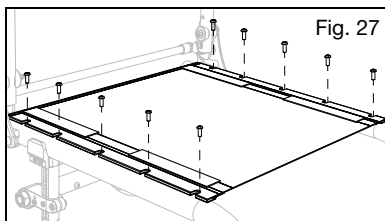

Fig. 27
2. Desaperte os parafusos Philips de fixação (Fig. 27) do mesmo lado do revestimento do assento relativamente à aba de ajuste de tensão.
6. Aperte novamente os parafusos Philips (Fig. 27).
1. Retire os parafusos Philips de 5 mm (Fig. 27) das calhas do assento de cada lado da estrutura e ponha-os de lado.
5. Coloque novamente os parafusos Philips de 5 mm (Fig. 27) roscando-os parcialmente na posição correta. Quando todos tiverem sido parcialmente colocados, aperte-os até ficarem seguros.